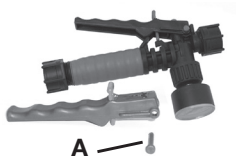

Figure 2
2) Retirez la cheville de retenue (A) (figure 2), placez l'extrémité à encoche de la cheville sur une surface dure et poussez vers le bas. Retirez la cheville de retenue et glissez pour sortir la poignée de la soupape